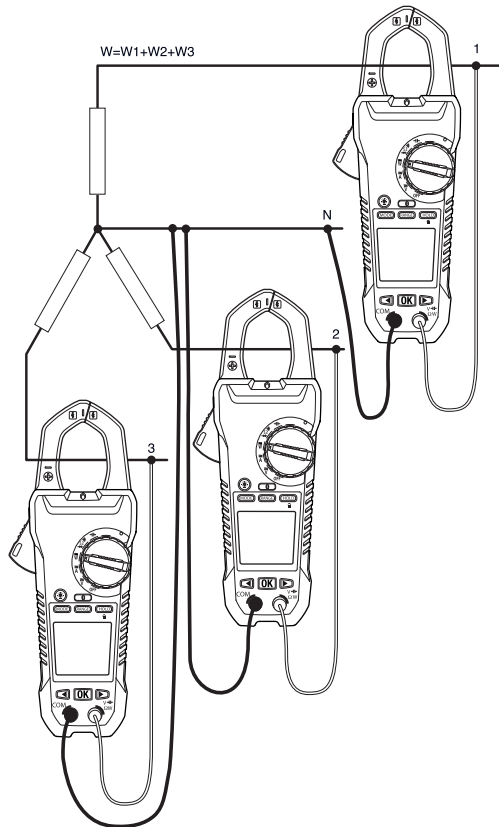

Figure 5.5 Mesure en triphasé quatre fils
La puissance d'une configuration à quatre fils triphasée se mesure en trois étapes, conformément à la figure 5.5. La puissance totale est la somme des trois mesures : $W = W_1 + W_2 + W_3$.
3. Prenez trois mesures de la puissance active, conformément à la figure 5.5.